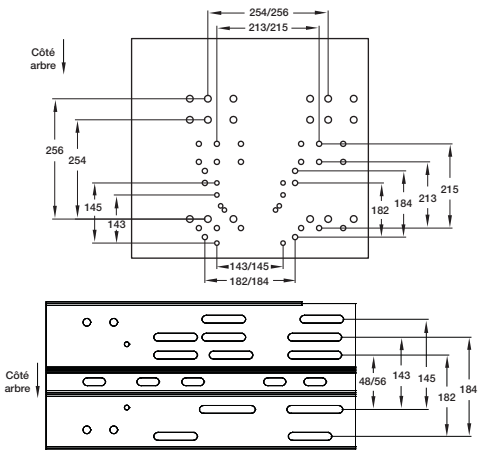

Figure 8 — Positions de fixation du moteur suivant la taille du bâti
1. Fixer le moteur sur la platine avec la visserie fournie. Les trous s'alignent lorsque la carcasse du moteur (côté arbre) est au ras du rebord de la platine. La visserie de fixation du moteur est fournie dans la trousse de visserie attachée au bâti du moteur. Voir la position de fixation suivant la taille du bâti de moteur à la Figure 8. Voir le contenu de la trousse à la page 8.